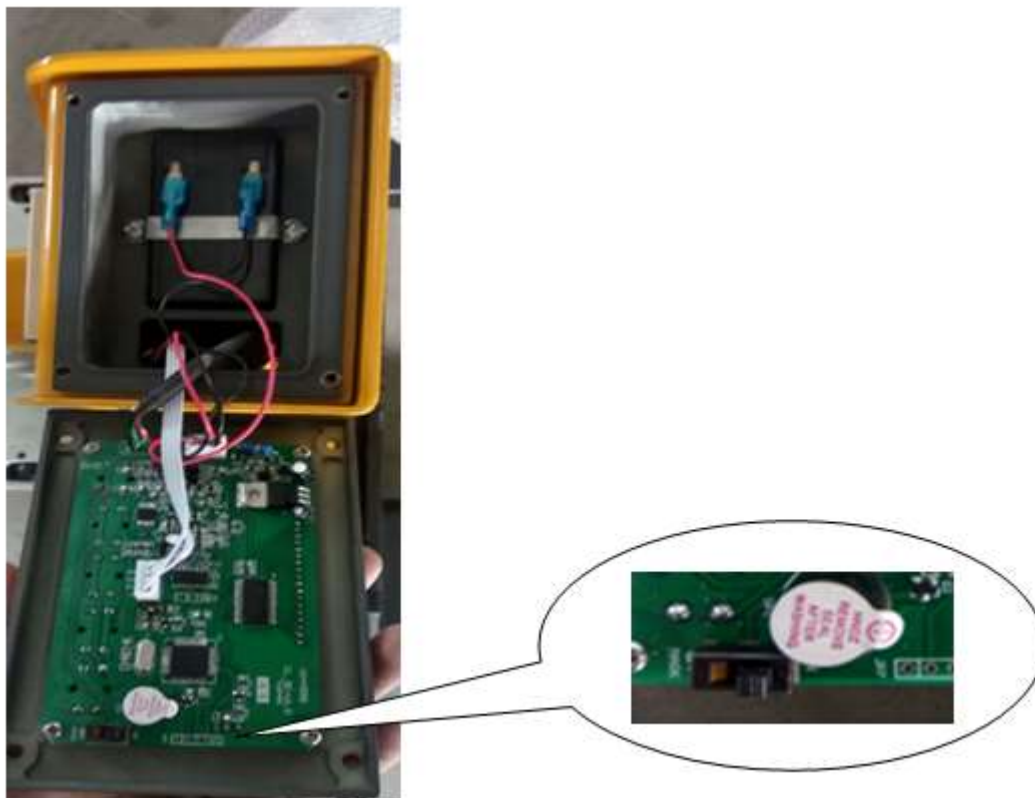

Рис. 11 – Вход в режим настройки
2. Отвинтите калибровочный переключатель на задней крышке (как показано на рис. 11). Нажмите переключатель калибровки небольшой отверткой. Затем нажмите кнопку SET, а затем ON/OFF, чтобы войти в настройку C01-C39 (полная настройка).